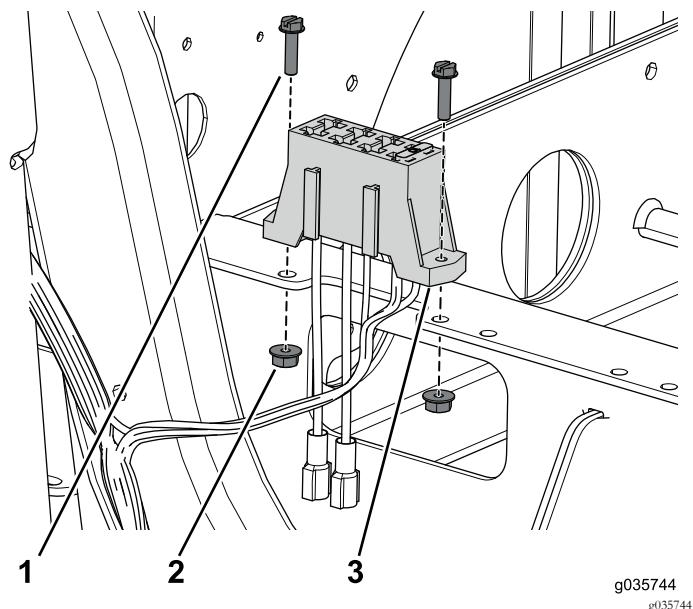

図 84
3. 前側のバッテリートレイにヒューズブロックを固定するねじ2本とナットを使用する図84。